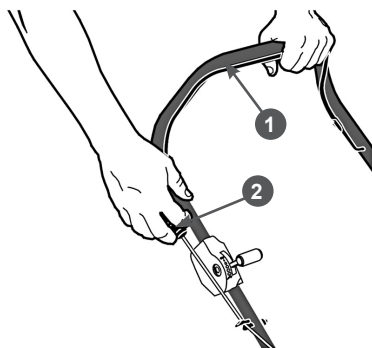

Рис. 17 Запуск двигателя
- Встаньте позади газонокосилки. левой рукой нажмите на рычаг 1 остановки двигателя и удерживайте его, а правой рукой возьмите ручку 2 стартера (Рис. 17).